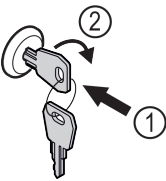

Fig. 167 例图
▶ 按入钥匙 Fig. 167 (1)。
▶ 将钥匙顺时针转动 90° Fig. 167 (2)。